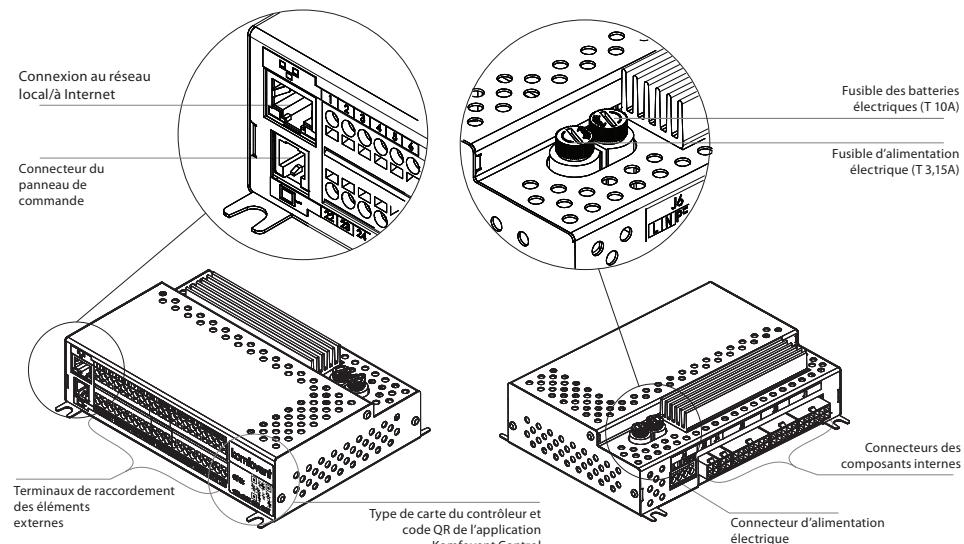

Fig. 13. C6M controller main board
- La numérotation présentée ici s'applique uniquement à la carte de contrôleur C6M. Avant de raccorder les éléments externes, vérifiez le type de carte sur l'autocollant apposé sur la face avant du contrôleur (voir Fig. 13).
Il est conseillé d'éviter que le câble du panneau de commande ne soit trop près des câbles d'alimentation électrique ou d'un équipement à haute tension (armoires électriques, chauffe-eau électrique, climatiseur, etc.). Le câble peut être passé dans les orifices pratiqués à l'arrière ou au bas du panneau de commande (suivez les consignes d'installation fournies avec le panneau de commande). Le fil de la carte du contrôleur C6M est raccordé à un emplacement dédié (connecteur RJ9 ; voir Fig. 13) ou terminaux de raccordement des éléments externes.
L'unité peut être contrôlée depuis le panneau de contrôle ou depuis un ordinateur ou un smartphone. Pour cela, elle doit être raccordée à un réseau local ou à Internet. L'unité est contrôlée par un ordinateur depuis un navigateur Web, ou depuis un smartphone au moyen de l'application Komfovent Control. La centrale de traitement d'air est raccordée au réseau informatique au moyen d'un câble CAT5 (connecteur RJ45 ; voir Fig. 13). La longueur totale du câble entre l'unité et le routeur réseau ne doit pas dépasser 100 m.
- Le moyen le plus facile pour gérer l'unité sur Internet consiste à utiliser un smartphone avec l'application Komfovent Control. Lancez l'application sur votre téléphone (celui-ci doit avoir accès à Internet). Lors de la première connexion, l'application vous demandera de scanner le code QR situé la carte du contrôleur (voir Fig. 13). L'application se connectera alors automatiquement à l'unité (pour en savoir plus sur l'application Komfovent Control, consultez le « Guide de l'utilisateur Domekt »).